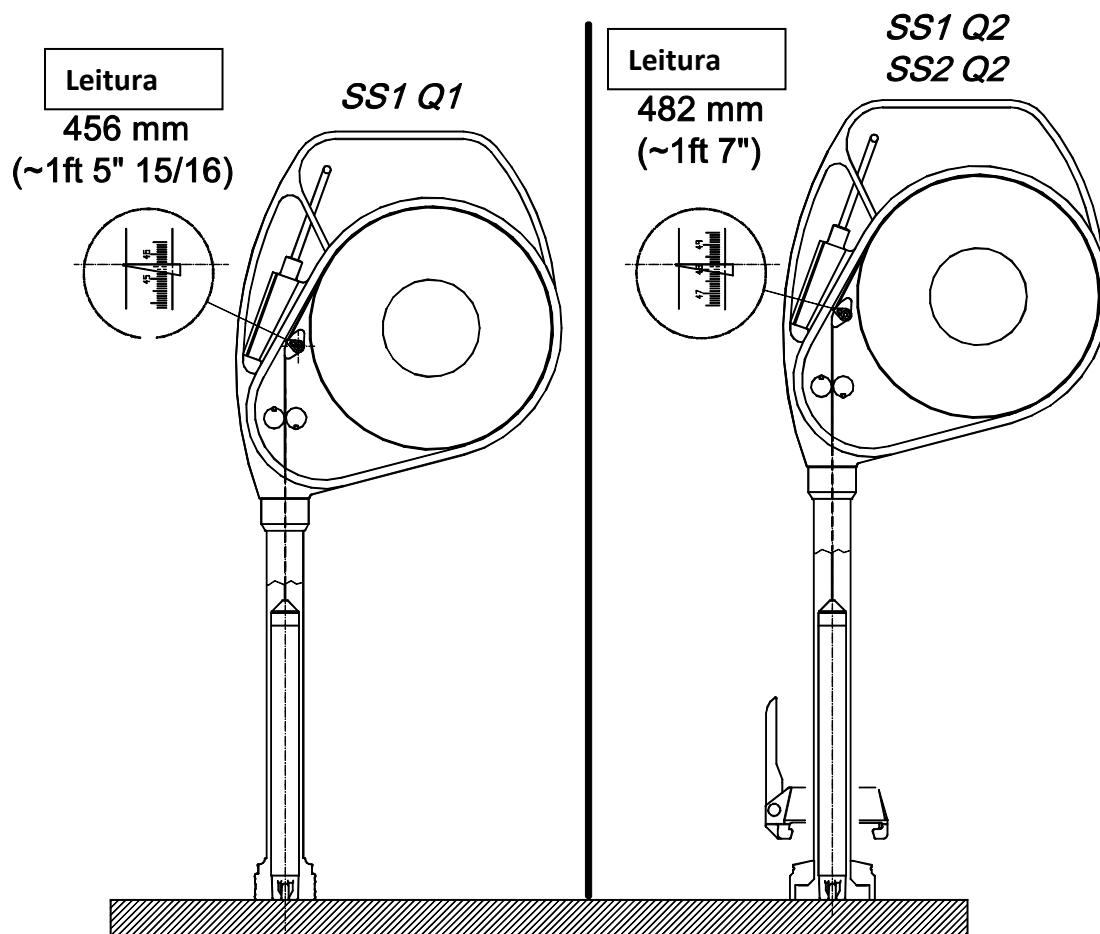

Figura 10-12
- Se o equipamento possui um ligador rápido de 2" (Q2) retire o travão e o colar, como mostra a Figura 10-12;
- Desenrole a fita lentamente até que o sensor toque na superfície (Figura 10-12);
- Ajuste o índice para o valor correspondente a Q1 ou Q2, como mostra a Figura 10-12;